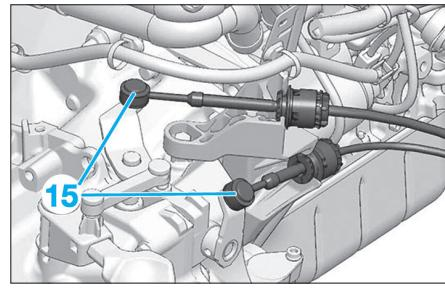

Fig. 65
- Déposer et écarter le récepteur hydraulique d'embrayage (13).
- À l'aide de l'outil [3], désaccoupler et écarter les commandes de boîte de vitesses (15) (Fig.65).
- Installer la table élévatrice [1] avec les supports [6], [7] sous le groupe motopropulseur (Fig.65).